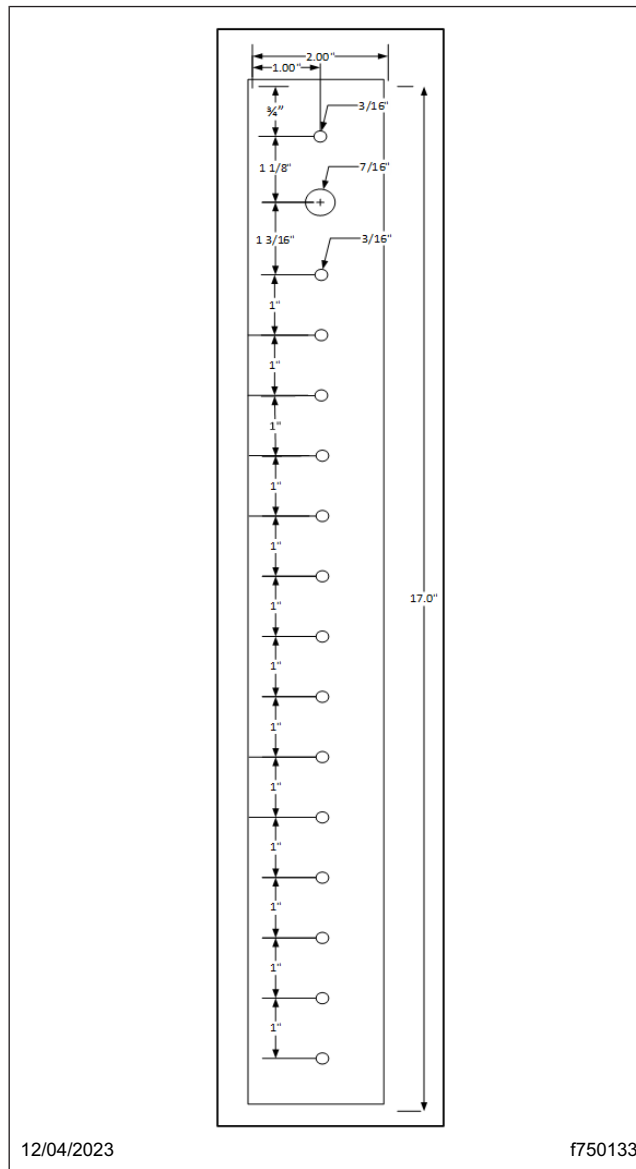

Fig. 5, Modèle de fixation
5.3 Pour la troisième fixation et les attaches suivantes, continuer à mesurer 1 pouce vers le bas à partir de la deuxième attache, pour un total de 13 éléments de fixation, comme le montre le **Fig. 5**.